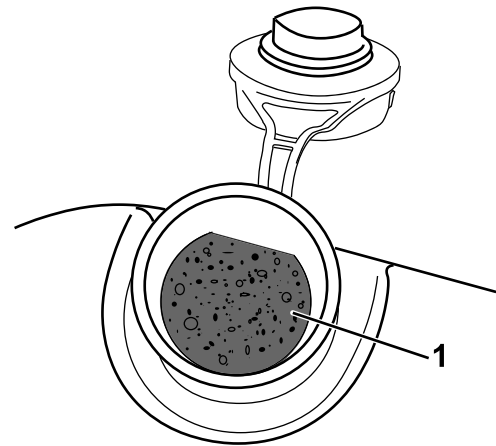

Figura 13
**Importante:** Esta máquina está equipada con un depósito de combustible premium que incorpora un inserto de espuma que impide la agitación del combustible. No retire nunca el elemento de espuma, porque permite que el motor utilice todo el combustible del depósito (Figura 13).